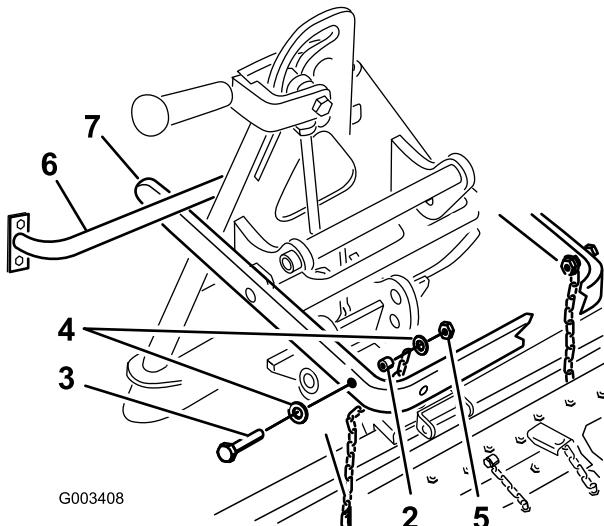

Figure 6
**Important:** Le long bras de l'ensemble bras de levage doit se trouver sous l'ensemble châssis arrière du groupe de déplacement (Figure 6).
Soulevez toujours l'accessoire par la poignée située au dos de l'adaptateur (Figure 6).
5. Fixez le maillon supérieur de chaque chaîne à l'intérieur du bras de levage avec un boulon (3/8 x 2-1/2"), 2 rondelles (3/8 x 7/8"), une entretoise et un contre-écrou (3/8 pouce) (Figure 6).